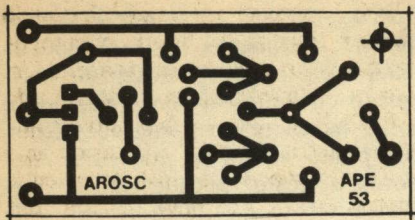

Fig. 2
- **FIG. 2 - LAY OUT DO CIRCUITO IMPRESSO ESPECÍFICO** - Muito pequeno e simples (mesmo porque os componentes são poucos, e a maior peça - o relê - fica fora da placa...), o padrão de ilhas e pistas é de fácil reali-